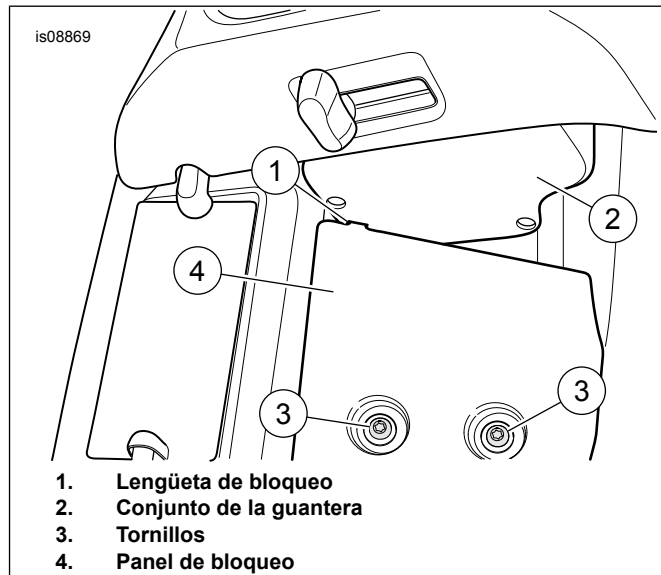

Figura 2. Lengüeta de seguridad y panel de bloqueo
2. Ver Figura 2 . De la parte delantera, extraiga los tornillos (3), el panel de bloqueo (4) y la guantera (2). Desconecte el varillaje de la puerta de ventilación.